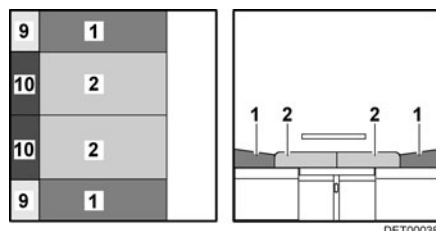

Fig. 100 Après la transformation
- Tirer les coussins d'assise (Fig. 100,2) vers l'avant et le milieu.
- Placer les coussins de dossier (Fig. 100,1) entre les coussins d'assise et la cloison.
- Placer les coussins supplémentaires (Fig. 100,9) entre les coussins de dossier et la cloison.
- Placer les coussins supplémentaires (Fig. 100,10) entre les coussins d'assise et la cloison.
- ▷ Suivant le modèle, deux petits coussins supplémentaires doivent être installés à la place du second coussin de dossier (Fig. 100,1) et du second coussin supplémentaire (Fig. 100,9).